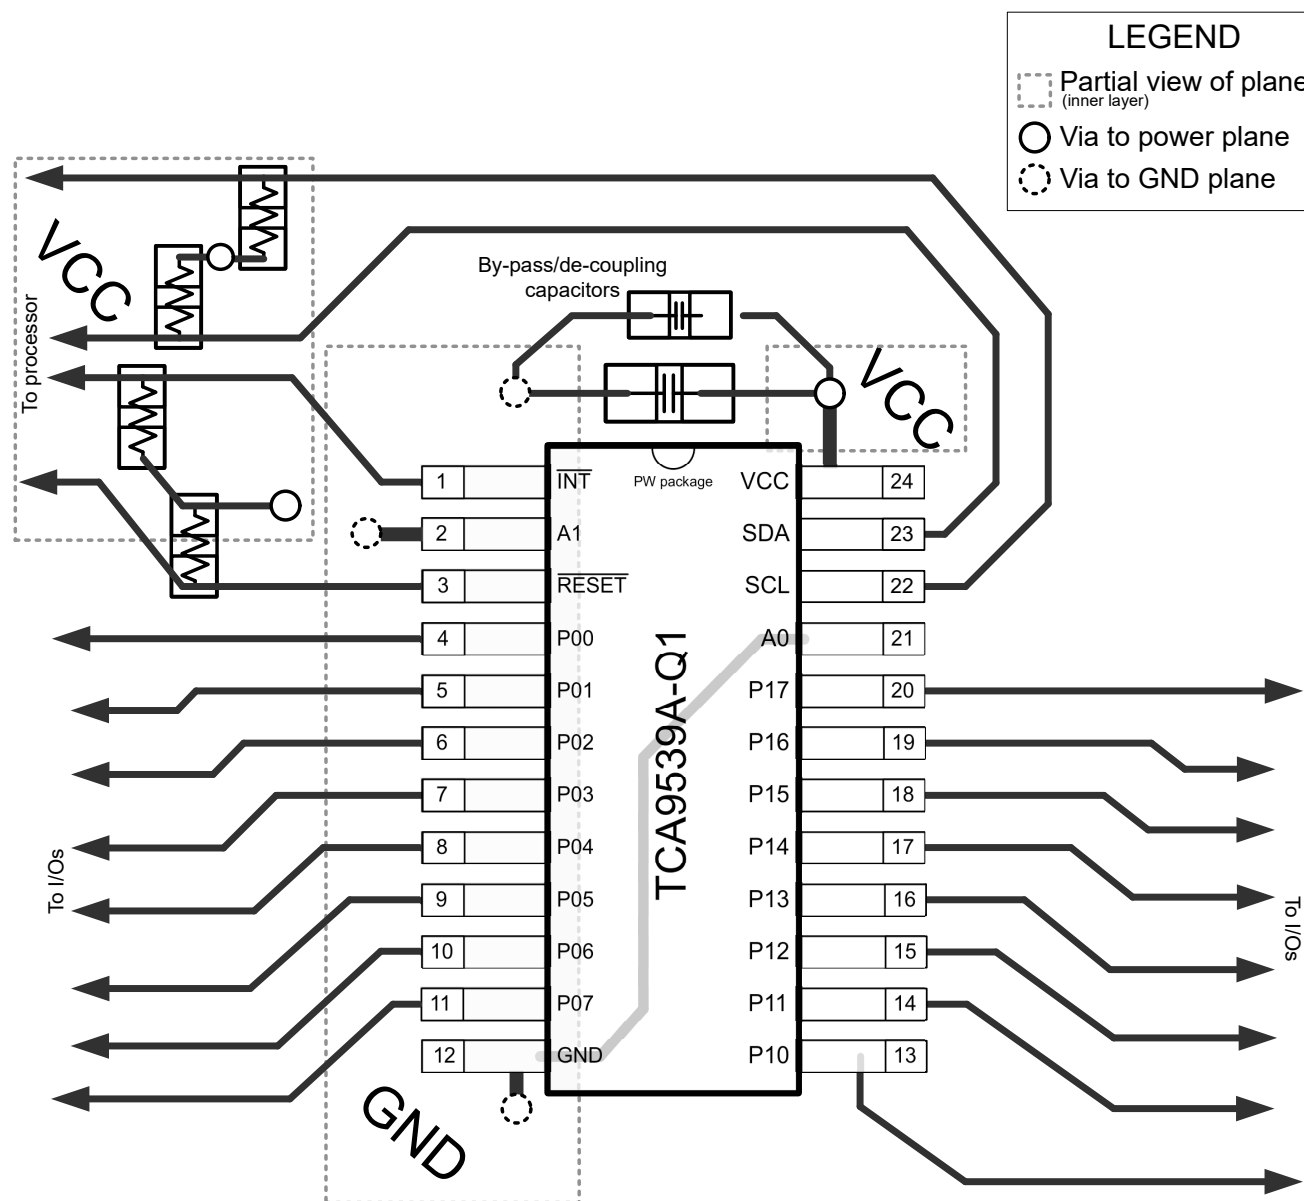

図 8-6. TCA9539A-Q1 のレイアウト
すべての PCB レイアウトにおける最善策は、信号トレースを直角に曲げないこと、集積回路 (IC) の近接部を離れるときに信号トレースが互いに離れていくように配置すること、トレース幅を太くして電源とグラウンドのトレースを通常時に大容量の電流が流れるようにすることです。バイパス コンデンサとデカップリング コンデンサは、一般的に  $V_{CC}$  ピンの電圧の制御に使用されます。大容量コンデンサを使用すると、短時間の電源グリッチ時に追加電力を供給し、容量の小さいコンデンサを使用すると、高周波リップルをフィルタリングできます。これらのコンデンサは、できる限り TCA9539A-Q1 の近くに配置してください。理想的な配置を図 8-6 に示します。
図 8-6 に示されているレイアウト例の場合、トップ層を信号配線、ボトム層を電源 ( $V_{CC}$ ) およびグラウンド (GND) の分割プレーンとして使用することで、2 層基板のみで PCB を製作することができます。ただし、信号配線密度の高い基板では、4 層基板が推奨されます。4 層 PCB では、信号を最上層および最下層に配線できます。1 つの内部層をグラウンドプレーン専用、もう 1 つの内部層を電源プレーン専用にしてください。電源とグラウンドにプレーンまたは分割プレーンを使用する基板レイアウトの場合は、 $V_{CC}$  または GND に接続する必要がある表面実装部品パッドのすぐ隣にビアを配置し、ビアを内部層または基板の反対側に電気的に接続します。ビアは、信号パターンを基板の反対側に配線する必要がある場合にも使用されますが、この方法は図 8-6 には示されていません。